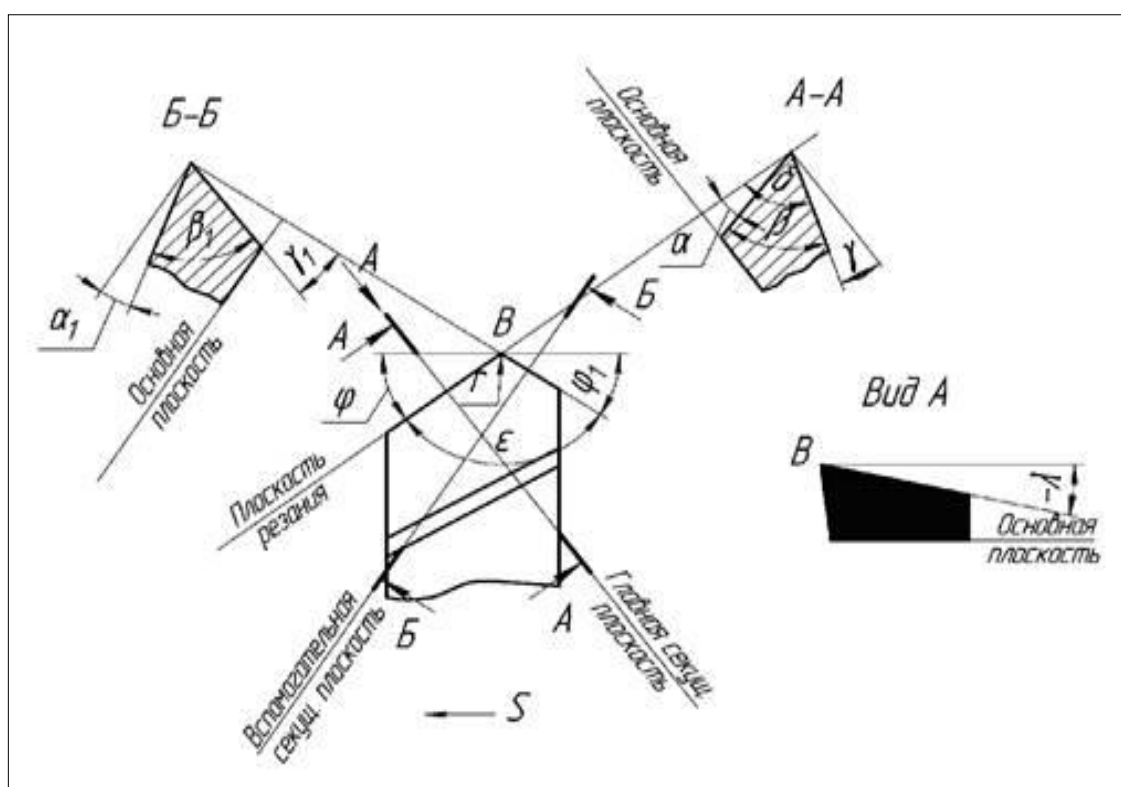

Рисунок 4.
5. Рассмотрите рисунок4, укажите главные углы в плане и углы резца в главной секущей плоскости (А-А)